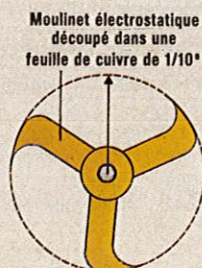

Figure 24. Le moulinet électrostatique (1).
- le tourniquet électrostatique (figures 24 et 25). On découpera le moulinet dans du feuillard de cuivre de 0,1 mm. Le dessin du moulinet sera tracé sur un calque au crayon gras. On retournera le calque sur le feuillard, on le fixera avec du ruban adhésif et on suivra son tracé avec une pointe sèche ou un crayon dur. Le tracé sera ainsi reporté sur le cuivre. Un trou de 3 mm sera percé au centre et on collera (cyanocrylate) un écrou borgne qui jouera le rôle d'une crapaudine.